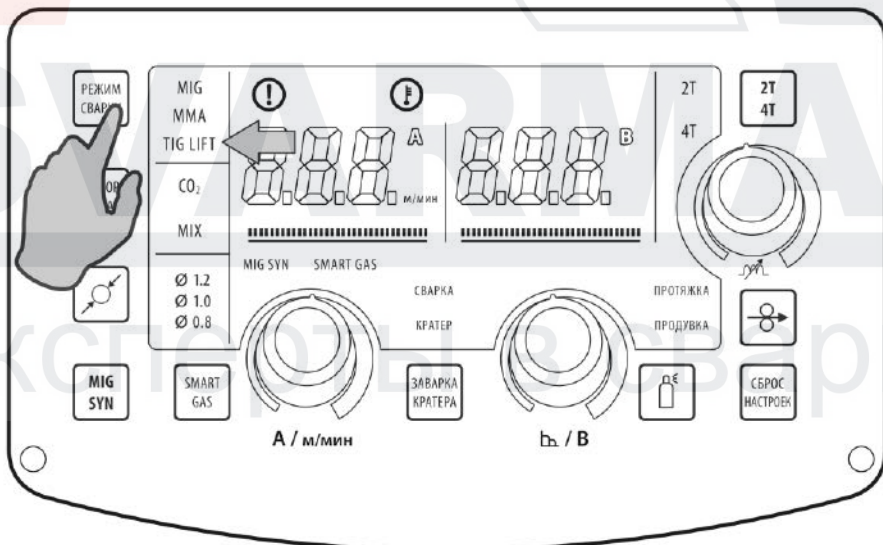

Рис. 12.1.1. Выбор способа сварки.
4. Перейдите в режим TIG Lift (см. рис. 7.0.1, п. 2) на передней панели сварочного аппарата (см. рис. 12.1.1).